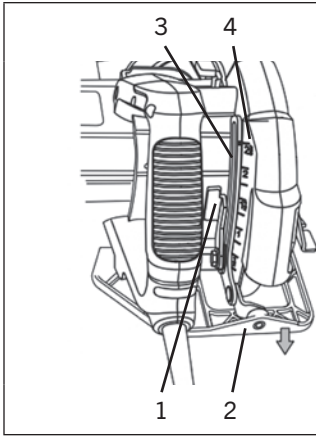

FIG. 4
1. Soulevez le levier de verrouillage du réglage de la profondeur (1) (fig. 4).
2. Abaissez la semelle (2) jusqu'à ce que la lame dépasse suffisamment sous la semelle.
3. Soulevez le levier de verrouillage de la profondeur de coupe pour permettre à la lame de se placer au-dessus du bas de la semelle afin que la lame n'entre pas en contact avec la pièce (fig. 4). NE verrouillez PAS le levier de verrouillage de la profondeur de coupe.